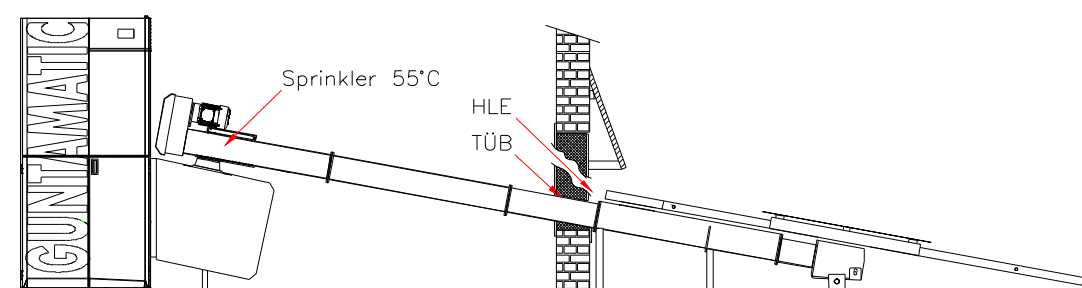

Abb.10
15. Le contrôleur de température (TÜB) n'a pas besoin d'être installé dans un local de stockage inf. à 50 m³ car une soupape de décharge thermique est installée sur la vis d'extraction (sprinkler 55°C). Au-dessus de 50 m³ de stockage, le contrôleur de température (TÜB) branché sur une alarme (sonore ou visuelle) associé au sprinkler 55°C est à installer obligatoirement. Egalement au dessus de 50 m³ de stockage, un dispositif d'extinction incendie déclenchable manuellement (HLE), résistant au gel, doit être installé sur une conduite d'eau sous pression en DN20 et placé au-dessus de la vis d'extraction (voir Abb.10). Le dispositif d'extinction manuel doit être signalé par un panneau de signalisation „Dispositif d'extinction du local de stockage de combustible“.